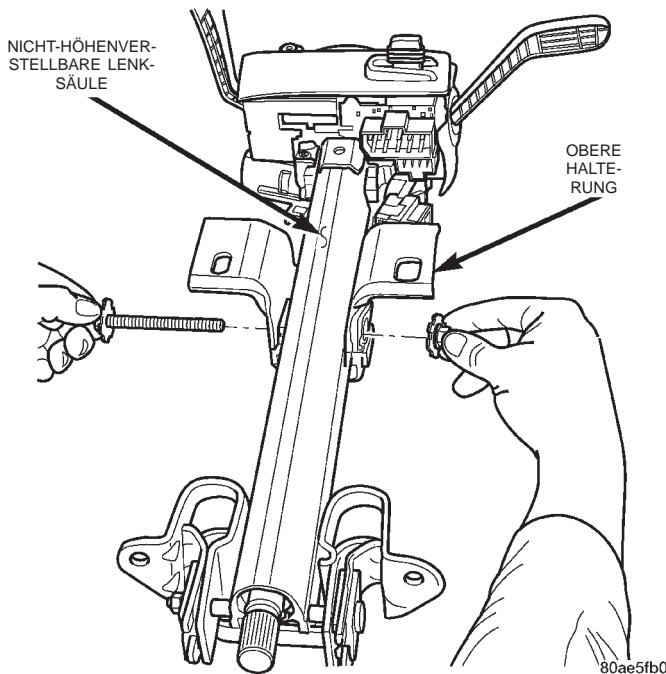

Abb. 6 Nicht-höhenverstellbare Lenksäule
(12) Mutter und Schraube von der oberen Lenksäulenhalterung bei nicht verstellbaren Lenksäulen lösen (Abb. 6). Halterung von der Lenksäule abbauen. **Richtung und Lage der Halterungsbefestigung sollten vermerkt werden.**